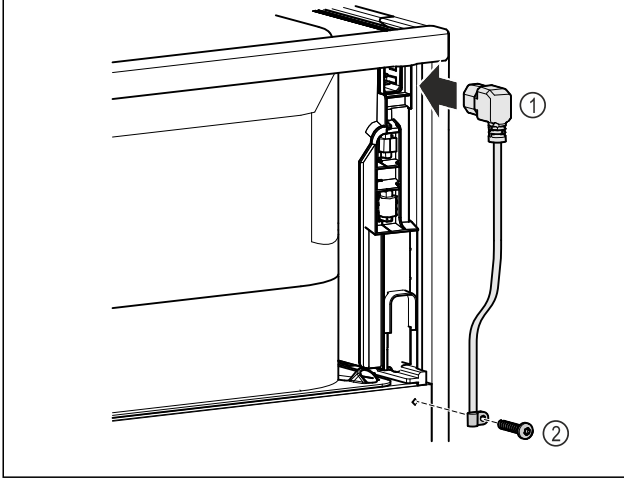

Fig. 13
- ▶ Kytke verkkoakaapelin IEC-liitäntä Fig. 13 (1) laitteen takasivulla olevaan pistokkeeseen.
- ▶ Kiinnitä kiinnike Fig. 13 (2)